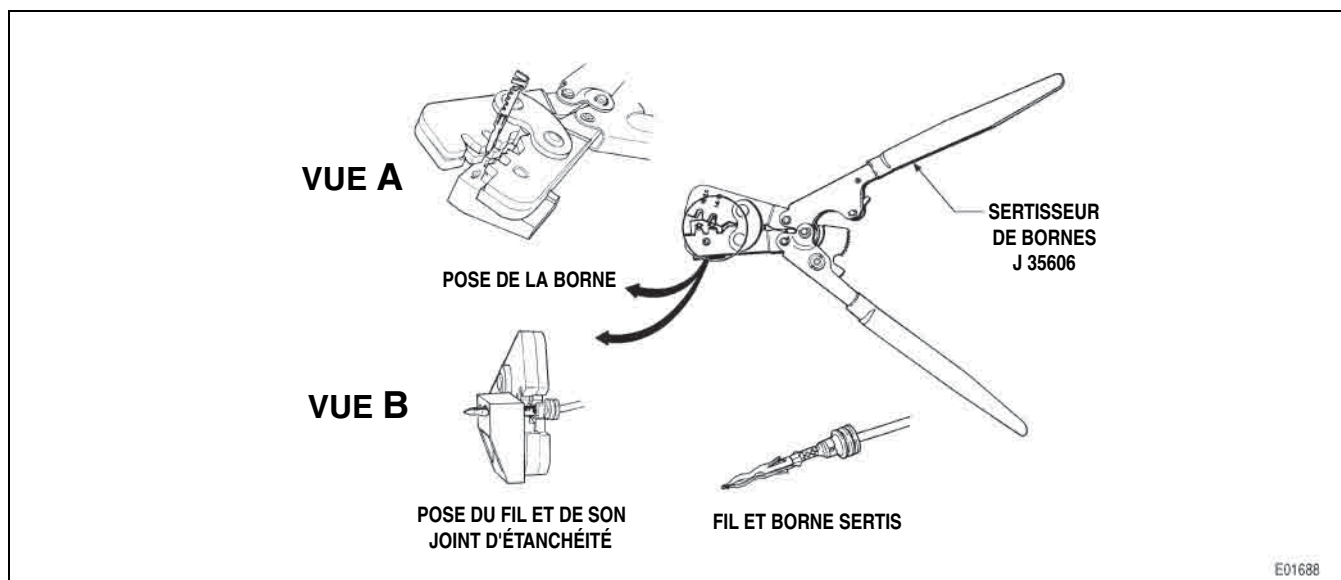

Figure E-7B. Sertissage des bornes avec l'outil J 35606
3. Insérez la borne dans l'outil de sertissage J 35606 (Figure E-7B, vue A), dans l'ouverture 18-20.
6. Glissez le joint d'étanchéité du fil vers le bord de l'isolation et insérez le fil et son joint d'étanchéité dans la borne (Figure E-7B, vue B).